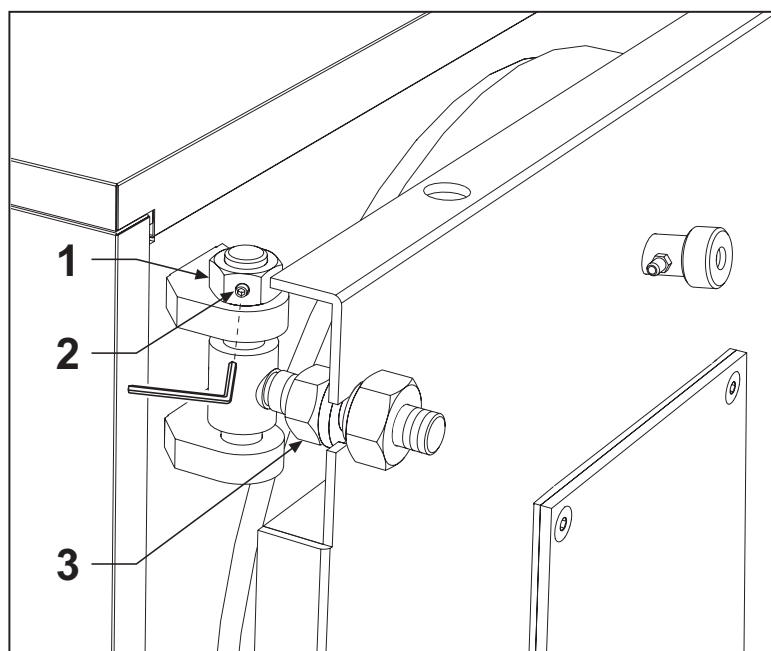

Fig. 14
- Le réglage en hauteur de la porte s'effectue au moyen de l'écrou (rep. 1) ; après le réglage, bloquer les goujons (rep. 2 - Fig. 14).
- Le réglage longitudinal s'effectue au moyen de la vis rep. 3 - Fig. 14.